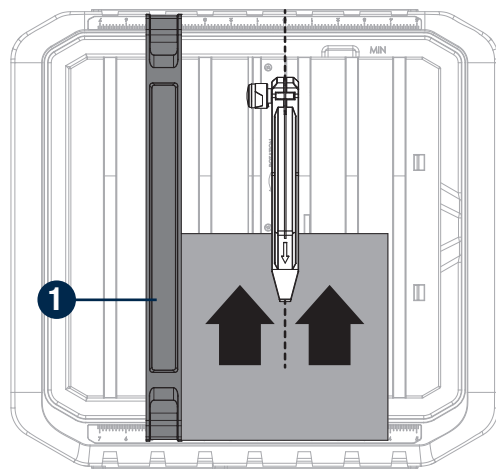

Fig. 17a
**EFFECTUER UNE COUPE EN L (Fig. 17a-17b)**